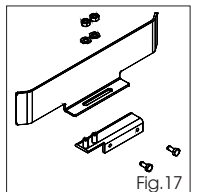

Fig. 17
- 1) Montare e fissare i 2 lamierini sagomati sui 2 supporti ad U con dadi e rondelle in dotazione, come in Fig. 17.